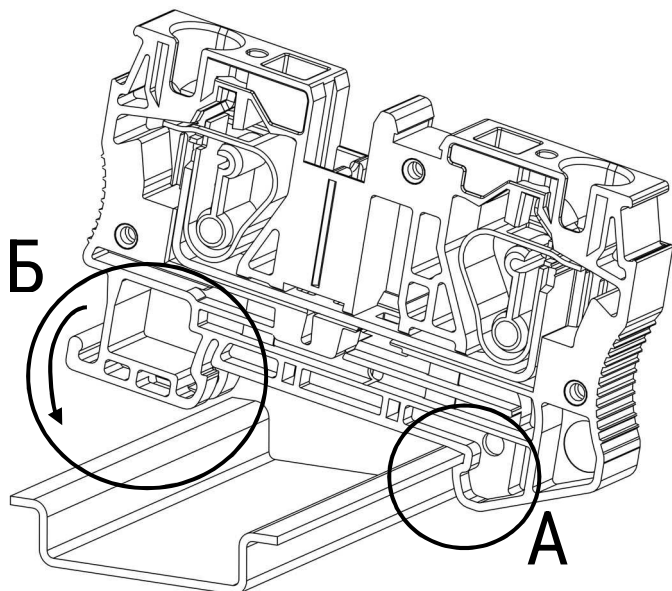

Рисунок 3 - установка клеммы на монтажную рейку
- Заведите клемму в зацепление с монтажной рейкой (рис. 3, положение «А»);
- Защелкиванием закрепите клемму на монтажной рейке (рис. 3, положение «Б»);